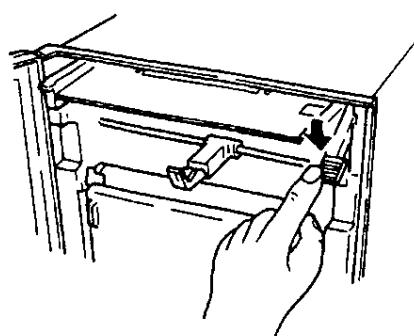

図1.2b スケールの閉め方
- スケールをもとにもどすときは、図1.2bに示すようにリリースレバーをスケールが上に動くまで持ち上げてください。その後、スケールとリリースレバーを同時に下げてください。このとき、カチッという音がするまでスケールをもどしてください。